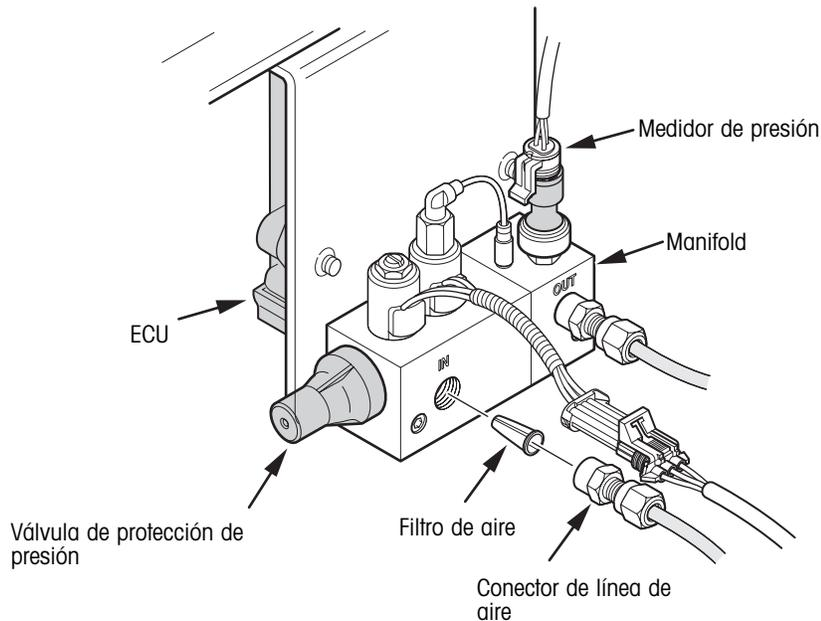

Figura 28. Reemplazo de filtro de aire del manifold
1. Desconecte la línea de aire de entrada del manifold y retire el conector (figura 28).